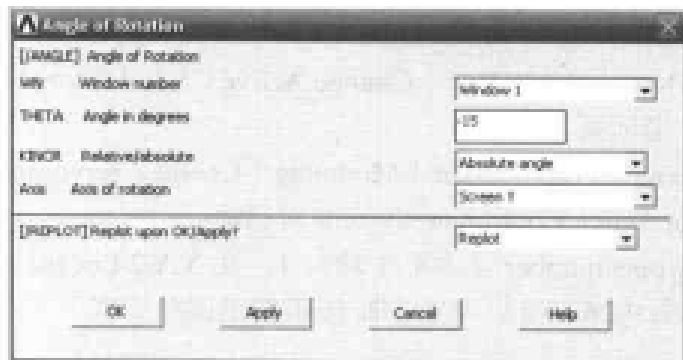

图 9-29 设置视图转角对话框
(7) 选择 Utility Menu | PlotCtrls | View Settings | Angle of Rotation 命令, 出现 Angle of Rotation 对话框, 参照图 9-29 对其进行设置, 单击 OK 按钮关闭该对话框。